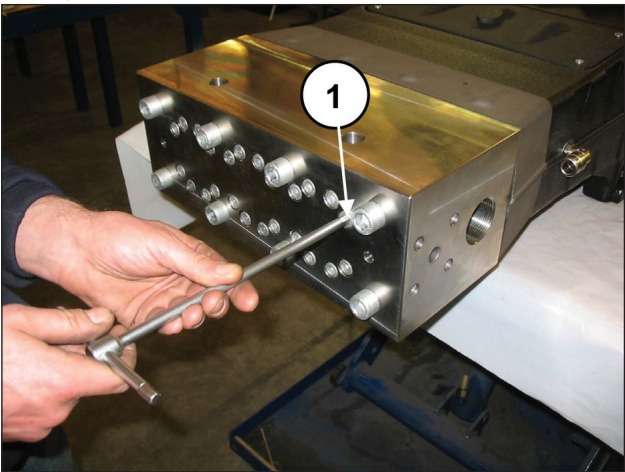
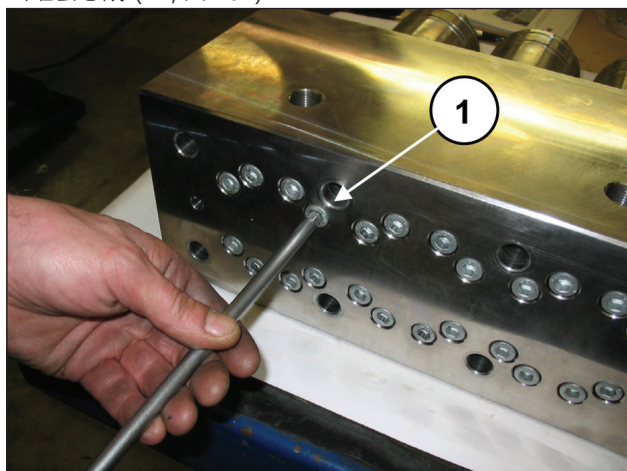
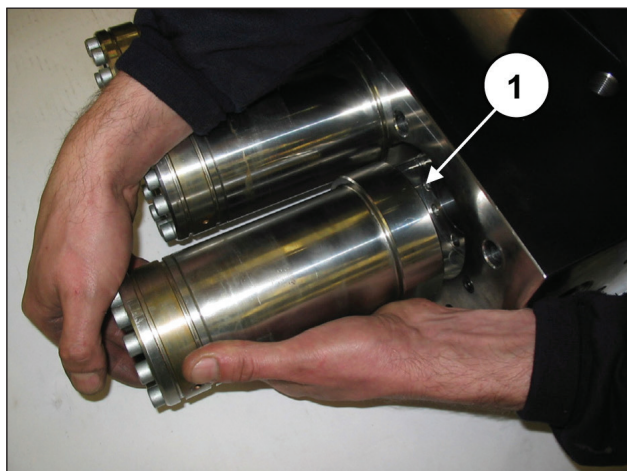

图 96
图 101
图 102
拧松但不拆除将缸套固定到泵头的螺栓 M10x140 (①, 图 96)，以便使其自由。
拆除将缸套固定到泵头的螺栓 M10x140 (①, 图 101) 并抽出缸套总成 (①, 图 102)。
将泵头与泵缸套定距片从泵壳分开 · 如第2.2.1节（从图 96 至图 102）所示。